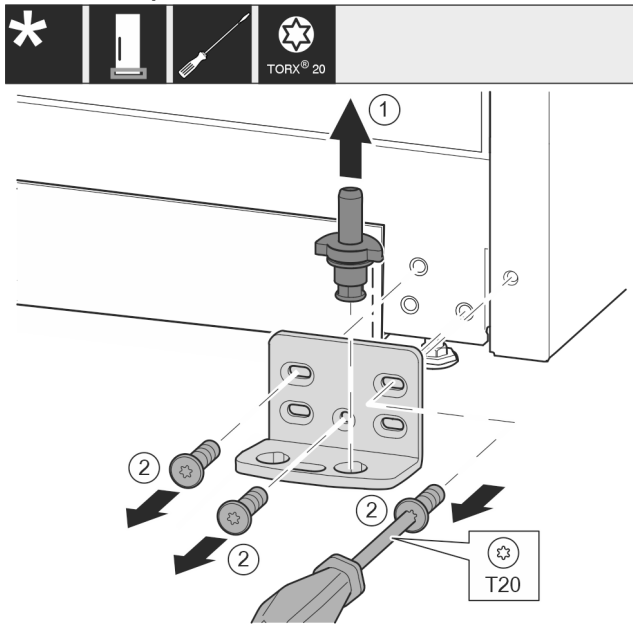

Fig. 12
- Extraiga el perno de cojinete completo hacia arriba. Fig. 12 (1)
- Desenrosque los tornillos con el destornillador T20 y retire el soporte de cojinete. Fig. 12 (2)